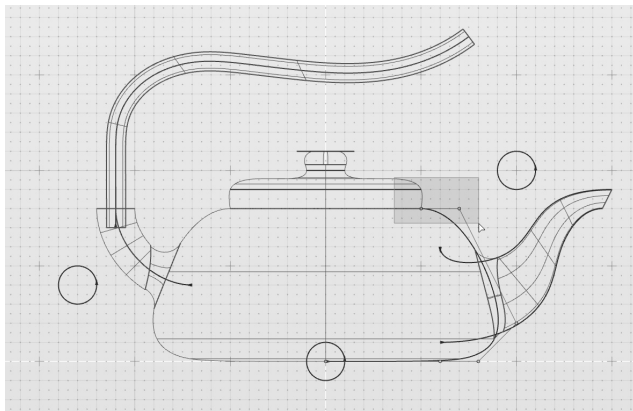

图 5-71 选中 NURBS 曲线上的两个控制点
2) 切换至“编辑参数”模式，框选末端的两个控制点，如图 5-71 所示。